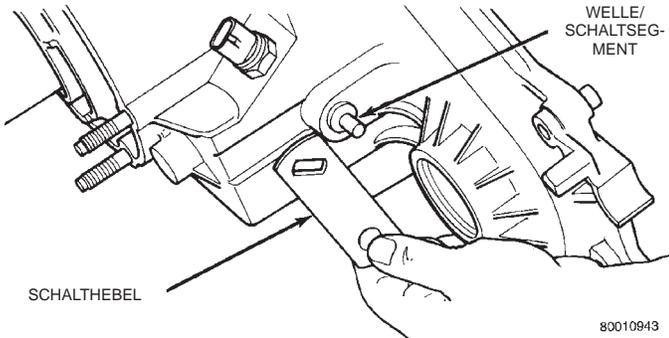

Abb. 17 Schalthebel ausbauen
(4) Die Dichtscheibe von der Abtriebswelle zur Vorderachse abbauen. Die Scheibe zum Schrott/Altmaterial geben, da sie nicht wiederverwendet werden kann.
(5) Die Mutter lösen, mit der der Schalthebel auf der Welle des Schaltsegments befestigt ist. Die dazugehörige Unterlegscheibe abnehmen. Anschließend das Schaltsegment in Neutralstellung bringen und den Schalthebel abnehmen (Abb. 17).